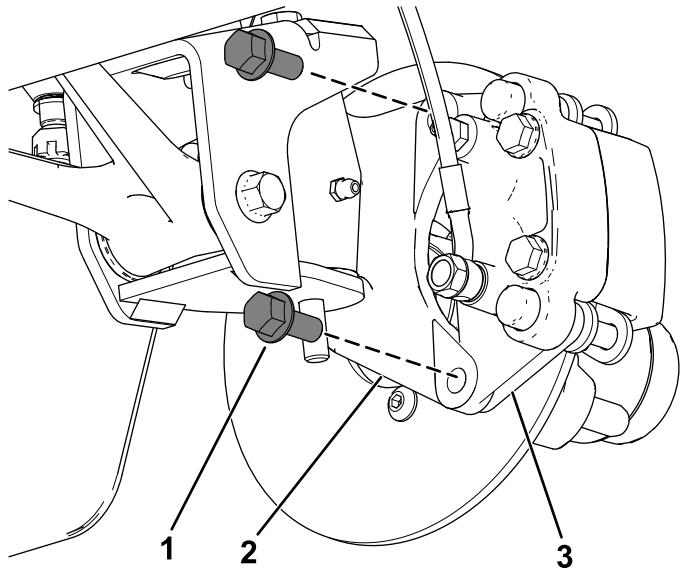
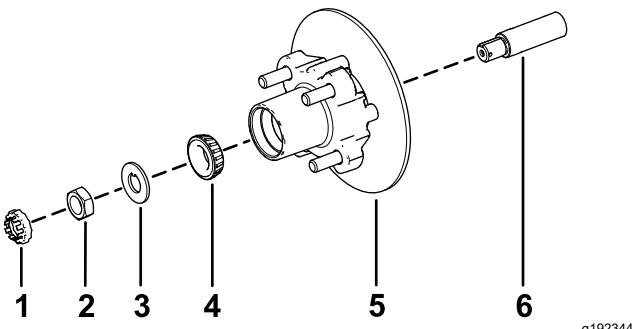

Figura 38
Figura 42
3. Retire los pernos con arandela prensada ($\frac{3}{8}$ " x $\frac{3}{4}$ ") que sujetan el soporte del conjunto de freno al eje y separe el freno del eje (Figura 38).
1. Aplique una ligera capa de grasa del tipo especificado en el eje (Figura 42).
2. Monte el cubo y el rotor en el eje con el rotor hacia dentro (Figura 42).
3. Monte el cojinete exterior en el eje y acople el cojinete al anillo de rodadura exterior (Figura 42).
4. Monte la arandela con pestaña en el eje (Figura 42).
5. Enrosque la tuerca en el eje y apriete la tuerca a 15 N·m, girando el cubo para asentar el cojinete (Figura 42).
2. Alinee las pastillas de freno en cada lado del rotor (Figura 38) y los taladros del soporte de la pinza con los taladros de montaje del freno de la mangueta (Figura 42).
3. Sujete el soporte de la pinza a la mangueta (Figura 38) usando los 2 pernos con arandela prensada ($\frac{3}{8}'' \times \frac{3}{4}''$).